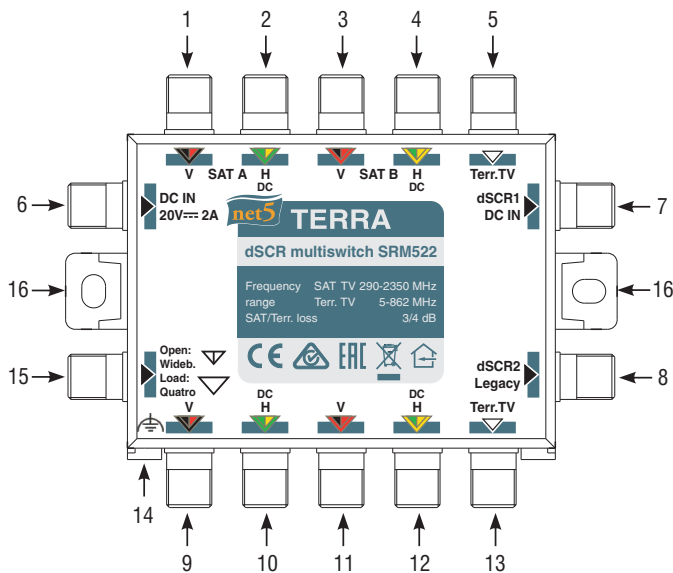

Figura 1. Vista esterna del multiswitch
INGRESSO LNB QUATTRO-HVHV o WIDEBAND: Il multiswitch è di fabbrica configurato per ingresso LNB Wideband (2 cavi per un satellite o 4 cavi per 2 satelliti). Per farlo funzionare in configurazione HVHV basta collegare la resistenza 75Ω fornita, all'ingresso "configuration" (vedi Figura 1, pos. 15) prima di accenderlo e il multiswitch **automaticamente** funzionerà come ingresso HVHV.